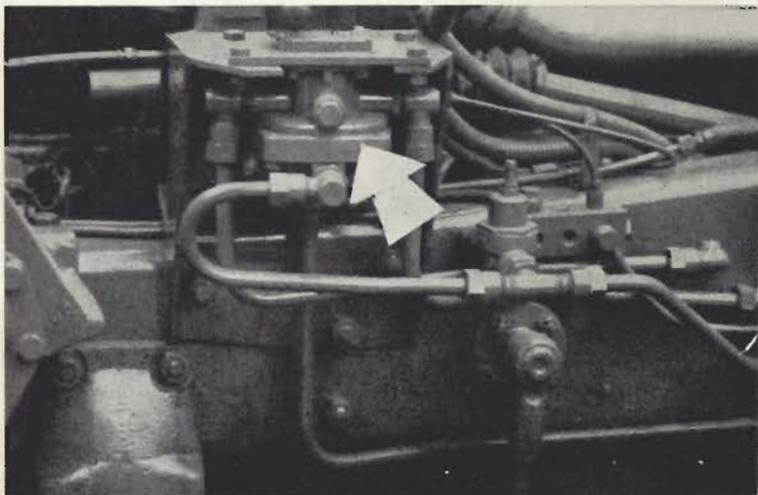

Fig. 11.4. - Situación válvula de accionamiento
11.5 VÁLVULA DE ACCIONAMIENTO (fig. 11.4)